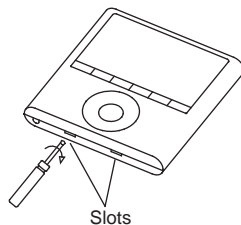

Fig 3-4
- Retirez la partie supérieure du contrôleur de fil (Fig.3-4)